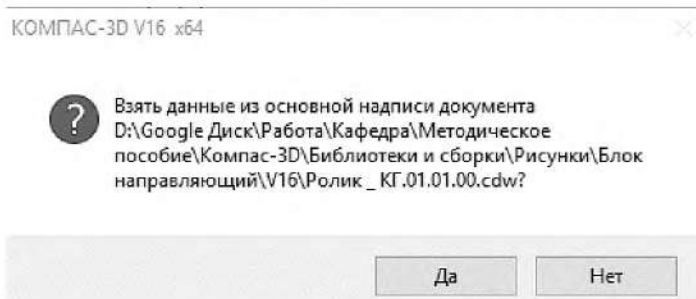

Рисунок 4.66. Окно подтверждения
3.6.6 В ответ на запрос системы относительно копирования данных из штампа чертежа нажмите кнопку «Да» (рисунок 4.66).